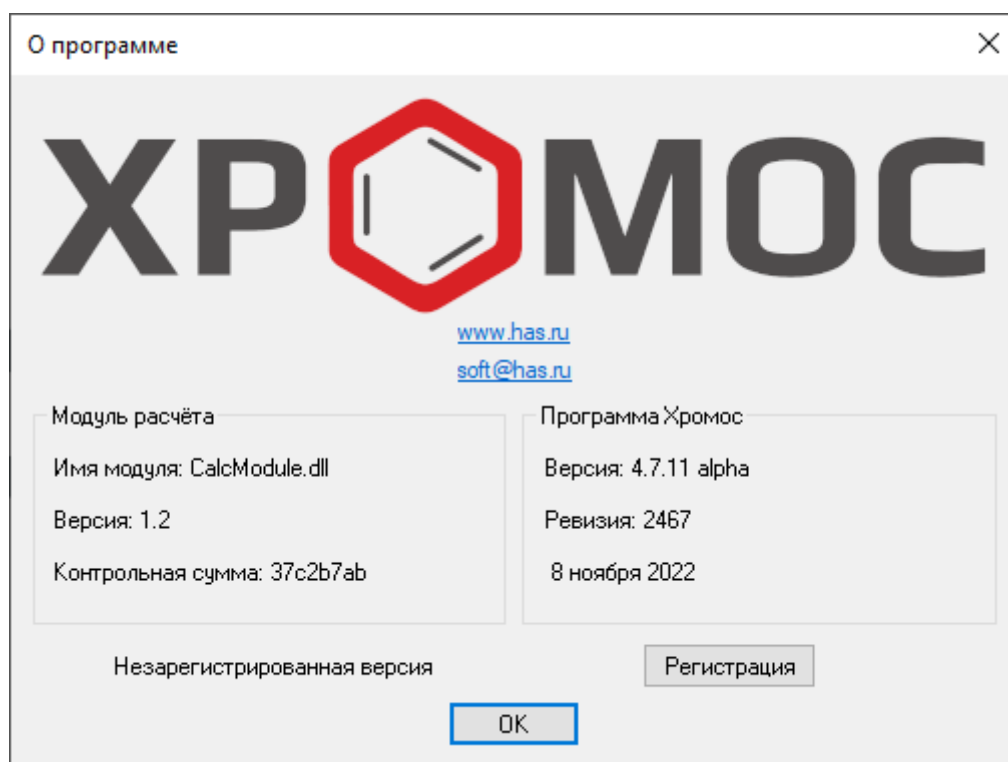

Рис. 16: Окно «О программе»
1. В меню *Справка* выберите **О программе...** Откроется окно *О программе* (Рис. 16).